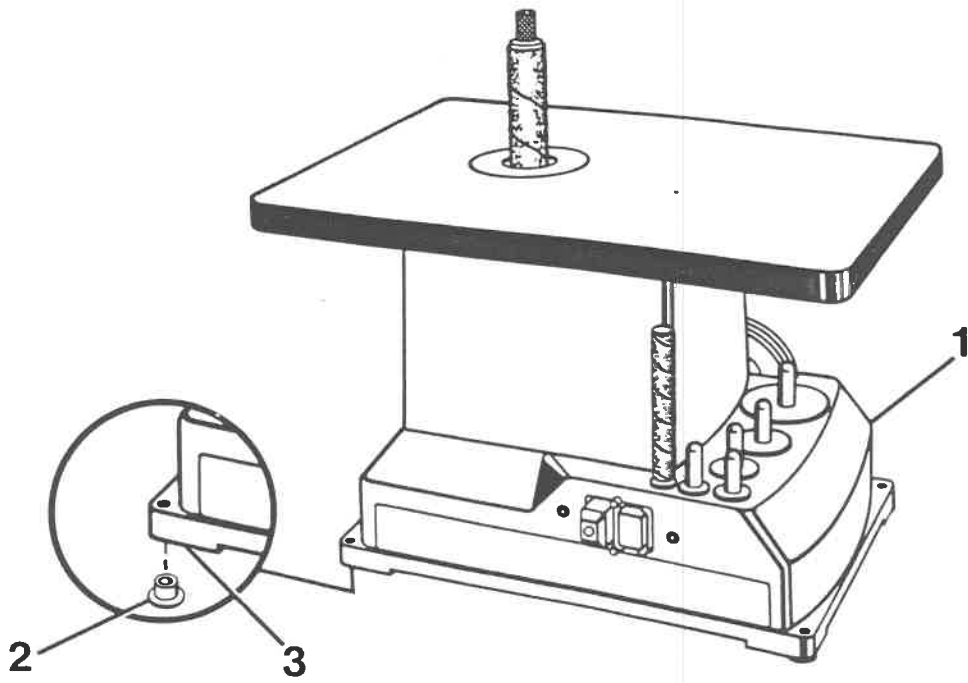

Fig. 1
- 4 Stk. Gummidämpfer, zur Montage unter der Maschine (Abb.1, Nr.2),